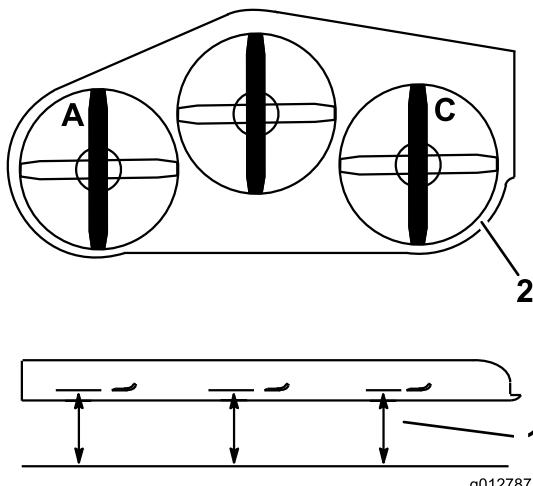

Figura 83
1. Coloque la cuchilla izquierda en posición longitudinal (Figura 83).
2. Mida la cuchilla izquierda en la posición **A** desde una superficie nivelada hasta el filo de corte de la punta de la cuchilla, y anote esta medida (Figura 83).
3. Coloque la cuchilla derecha en posición longitudinal (Figura 83).
4. Mida la cuchilla izquierda en la posición **C** desde una superficie nivelada hasta el filo de corte de la punta de la cuchilla, y anote esta medida (Figura 83).
3. Mida la cuchilla izquierda en la posición **A** desde una superficie nivelada hasta el filo de corte de la punta de la cuchilla, y anote esta medida (Figura 83).
4. Coloque la cuchilla derecha en posición longitudinal (Figura 83).
5. Mida la cuchilla izquierda en la posición **C** desde una superficie nivelada hasta el filo de corte de la punta de la cuchilla, y anote esta medida (Figura 83).